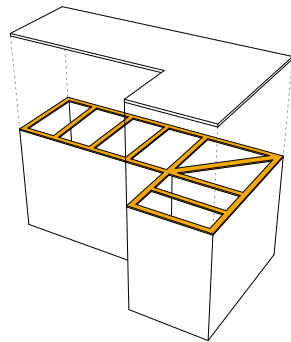
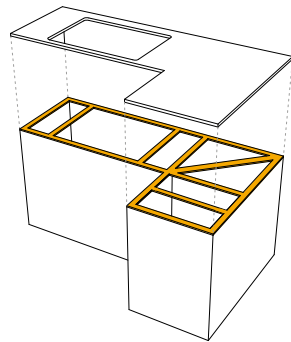

fig. 3
fig. 4
■ **12 mm et 20 mm**: il est possible d'utiliser une structure à lattes avec des traverses uniformément réparties sur tout le périmètre (fig. 3). Si le plan comporte un ou plusieurs trous, il est nécessaire de renforcer les parties les plus sollicitées (fig. 4);